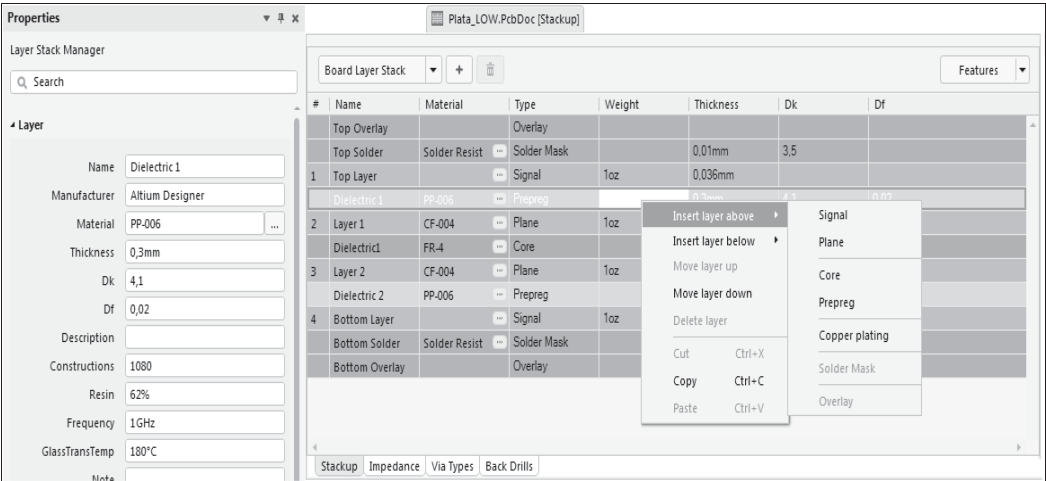

Рис. 3.18. Окно Менеджера структуры слоев
Для управления структурой электрических слоев проекта в Altium Designer есть еще одно наглядное и эффективное средство — так называемый *Менеджер структуры слоев*, вызываемый командой главного меню **Design | Layer Stack Manager**. В обоих случаях открывается одноименное диалоговое окно **Layer Stack Manager** (рис. 3.18).
- **Stackup** — представление стека в форме конфигурируемой таблицы (рис. 3.18) с возможностью определять свойства слоев и выбирать материалы из встроенной базы.